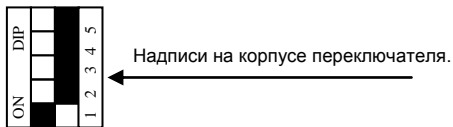

Рисунок 1. Схематическое обозначение массива переключателей на плате ВЭРС-БРУ.
10.7. На плате прибора предусмотрен массив переключателей, выполненных в едином корпусе (см. **Рисунок 1, стр. 12**). Эти переключатели предназначены для задания адреса ВЭРС-БРУ при работе совместно с ВЭРС-ПК и для перевода ВЭРС-БРУ в режим работы по открытому протоколу.